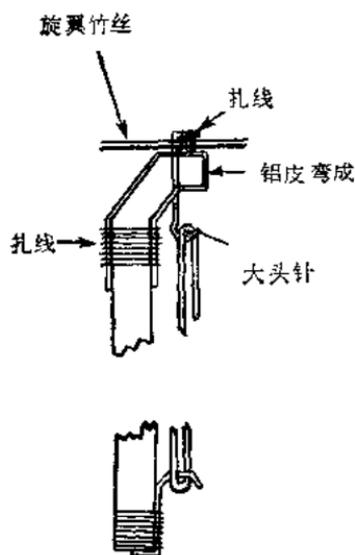

图 2
钻一小孔，用尖头钳将细钢丝弯成 Γ 形后穿进这小孔，用线将钢丝扎在竹丝上(图 2)。
2. 机头：将薄铝片弯成图 2 所示的形状，在铝片的上下两平面上各钻一个直径是 0.5 毫米的小孔（可用大头针钻），必须使上、下两孔在同一直线上。再将旋翼上的钢丝穿进三片塑料片，再穿过这两个小孔。将钢丝弯成钩形，就做成完整的机头。最
4. 尾钩: 将一枚大头针弯成钩形后钉进机身的尾端,用线把它与机身一起扎住,并涂上少量胶水(图2)。用细橡筋在上下两钩之间绕上两圈后打结。